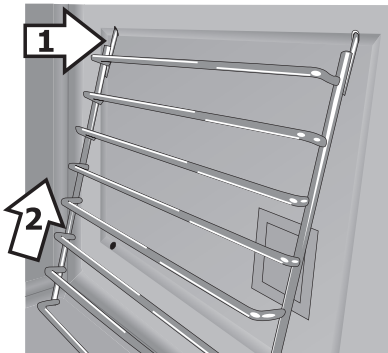

Figura 14: Soportes de parrilla de escalera - salientes superiores
1. Sostenga el soporte de parrilla del horno en un ligero ángulo e inserte los salientes en los orificios de la parte superior de la cavidad del horno (figura 14).
2. Levante la parrilla en los orificios superiores, alineando los salientes inferiores con los orificios inferiores (figura 14).